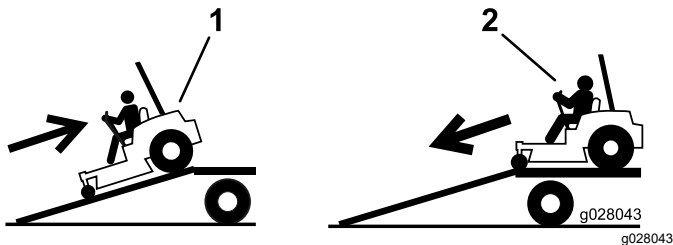

Figura 38
4. Suba la máquina por la rampa en marcha atrás (Figura 38).
2. Baje la máquina por la rampa conduciendo hacia adelante (Figura 38).